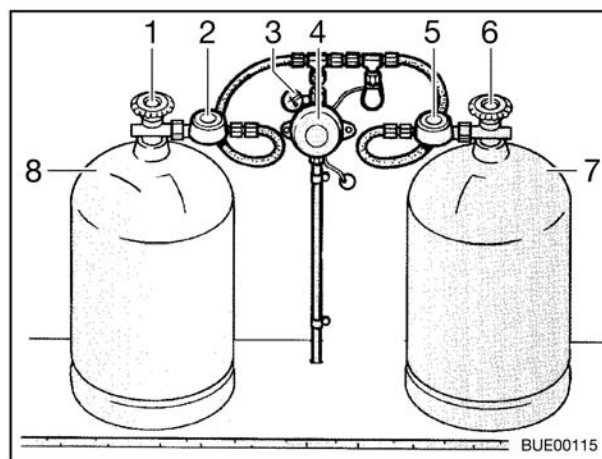

Fig. 112 Impianto di commutazione Triomatic
- Valvola principale (Fig. 112,1) bombola in uso
- Regolatore di pressione del gas (Fig. 112,2) bombola in uso
- Indicatore di funzionamento (Fig. 112,3)
- Regolatore dell'impianto (Fig. 112,4)
- Regolatore di pressione del gas (Fig. 112,5) bombola di riserva
- Valvola principale (Fig. 112,6) bombola di riserva
- Bombola in uso (Fig. 112,8)
- Bombola di riserva (Fig. 112,7)
L'impianto di commutazione Triomatic fa passare automaticamente l'alimentazione di gas dalla bombola in uso (Fig. 112,8) alla bombola di riserva (Fig. 112,7) quando la bombola in uso è vuota o non è più pronta per il funzionamento. Così il riscaldamento può rimanere in funzione.
L'impianto di commutazione Triomatic è costituito da due regolatori di pressione del gas (Fig. 112,2 e 5) e da un regolatore dell'impianto (Fig. 112,4). Il regolatore di pressione del gas della bombola in uso (Fig. 112,2) è contrassegnato da una targhetta del modello verde, il regolatore di pressione del gas della bombola di riserva (Fig. 112,5) da una targhetta del modello rossa. Con l'indicatore di funzionamento (Fig. 112,3) sul regolatore dell'impianto si può controllare la tenuta dell'impianto del gas. I regolatori di pressione del gas sono dotati di unità di allacciamento e permettono il collegamento alle bombole del gas di tutte le dimensioni (da 3 kg a 33 kg).
- Aprire la valvola principale (Fig. 112,6) della bombola di riserva (Fig. 112,7).
- Aprire la valvola principale (Fig. 112,1) della bombola in uso (Fig. 112,8).
Ora entrambi i regolatori di pressione del gas sono disaerati. Il regolatore dell'impianto (Fig. 112,4) fornisce alle utenze la pressione necessaria, indipendentemente dal fatto che l'alimentazione del gas provenga dalla bombola in uso o dalla bombola di riserva. La bombola di gas che ha rilevato l'alimentazione viene identificata dal campo verde o rosso sull'indicatore di funzionamento (Fig. 112,3).
- ▷ In caso di funzionamento con una sola bombola del gas, si deve allacciare il regolatore di pressione del gas della bombola in uso (Fig. 112,2).
Se l'indicatore di funzionamento (Fig. 112,3) segna rosso, la bombola in uso (Fig. 112,8) deve essere cambiata.
- Chiudere la valvola principale (Fig. 112,1) della bombola in uso (Fig. 112,8).
- ▷ Tutte le utenze possono essere alimentate e fatte funzionare dalla bombola di riserva (Fig. 112,7) (targhetta del modello rossa).
- Collegare la bombola del gas piena al regolatore di pressione del gas della bombola in uso (Fig. 112,2).
- Aprire la valvola principale (Fig. 112,1) della bombola in uso. La bombola in uso ricomincia automaticamente a fornire gas.
- ▷ Ogni tanto utilizzare la bombola di riserva (Fig. 112,7) al posto della bombola in uso per controllare che la bombola di riserva sia riempita a sufficienza.
- Luce spia verde: bombola in uso (Fig. 112,8)
- Luce spia rossa: bombola di riserva (Fig. 112,7)